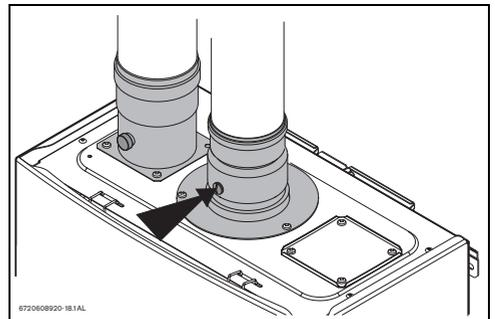

Fig. 39 Punto de medición
- ▶ Retirar el tornillo del accesorio de evacuación, consultar la Fig. 39.